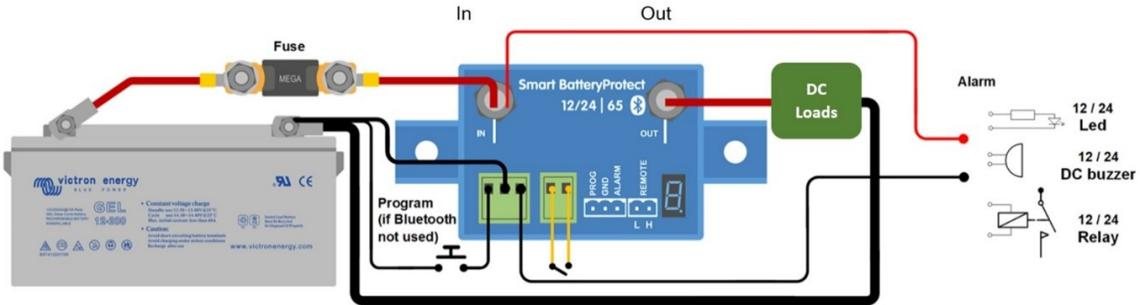

Bild 1: Kopplingsschema för SBP-65 (använd fjärringången för systemets av/på-funktion)
9. En summer, en LED eller ett relä kan kopplas mellan larmutgången och batteriets positiva pol (se bild 1). Maximal belastning på larmutgången: 50 mA (kortslutningsräskrad).